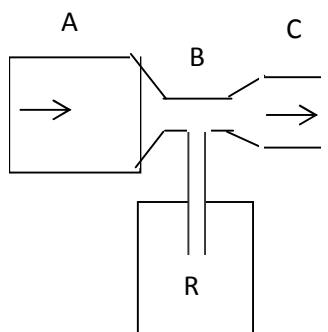

Figura 8
17) La figura 8 muestra un esquema de un aspirador, un aparato que puede utilizarse para conseguir un vacío parcial en un recipiente conectado al tubo vertical en B. El agua que pasa por el tubo ABC sale a la atmósfera por el tubo C. Supongamos que el diámetro en A es 2,0 cm. Si el caudal que pasa por el tubo ABC es de 0,5 litros/segundo y la presión MANOMETRICA en A es de 0,187 atm, encuentre el diámetro, en centímetros, del estrechamiento en B necesario para conseguir una presión de 0,1 atm en el recipiente